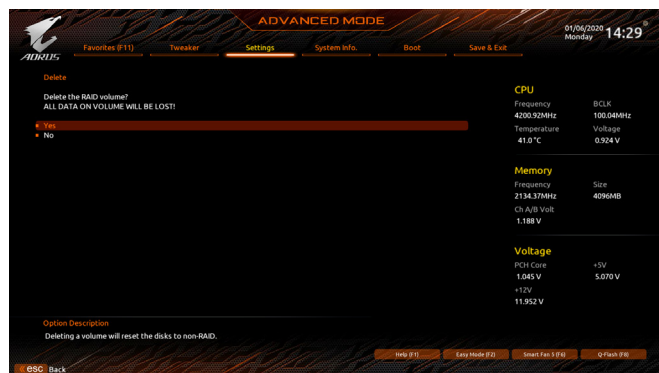

图12
若要清除已建立的磁盘阵列, 请至「Intel(R) Rapid Storage Technology」画面, 在想清除的磁盘阵列上按<Enter>进入「RAID VOLUME INFO」画面。接着在「Delete」选项上按<Enter>键进入删除画面。想删除磁盘阵列, 请在「Yes」项目按<Enter>键(图12)。